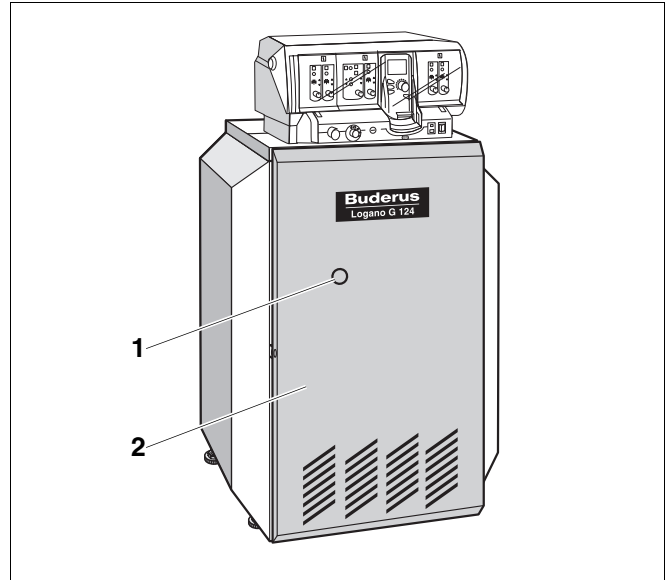

Abb. 52 Brennerstörungen beheben
Bei einer Brennerstörung leuchtet die Störlampe am Entstörtaster (Abb. 52, **Pos. 1**) des Heizkessels.
Sie können den Entstörtaster am Brenner durch die Bohrung (Abb. 52, **Pos. 1**) in der Kesselvorderwand (Abb. 52, **Pos. 2**) betätigen. Sie müssen die Kesselvorderwand nicht demontieren.
- Den Entstörtaster (Abb. 52, **Pos. 1**) des Brenners drücken.